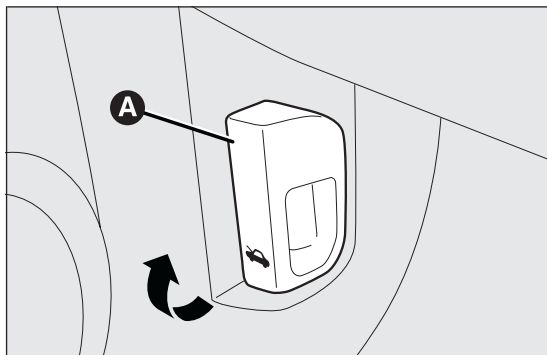

fig. 84
- tirar de la palanca A fig. 84 en el sentido indicado por la flecha;